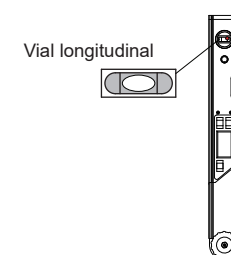

Fig.2
- b. Comprobación longitudinal (Fig.2).